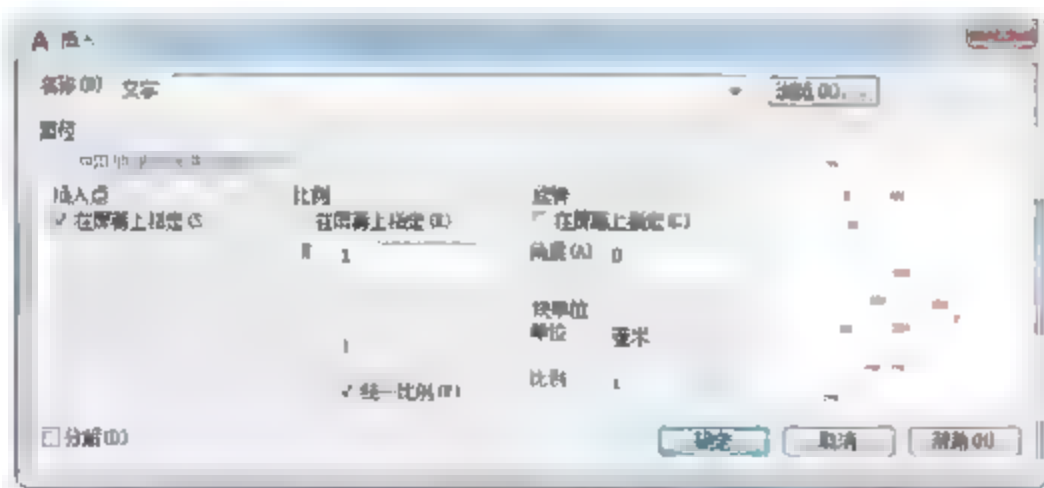

图7-15 【插入】对话框
- 02 在【默认】选项卡中，单击【块定义】面板中的【创建块】按钮，弹出【插入】对话框，在【名称】下拉列表框中选择【文字】，如图7-15所示。